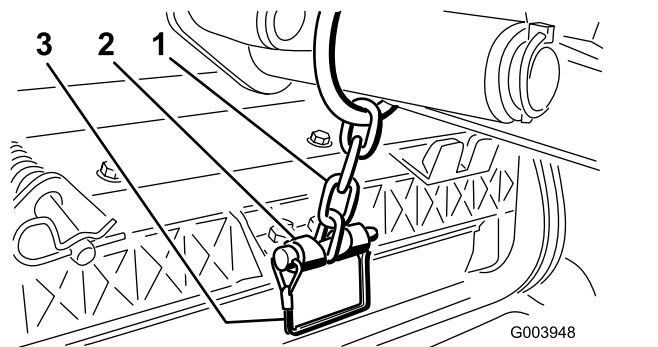

図 12
14. スナッパピンで、昇降アームのチェーンをチェーンブラケットに固定する **図 12**。